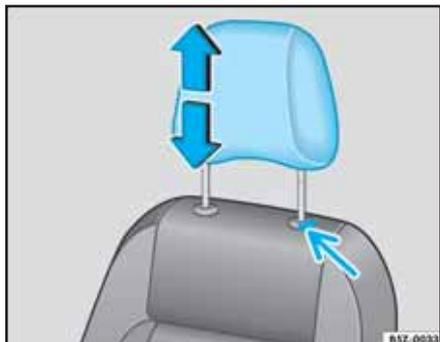
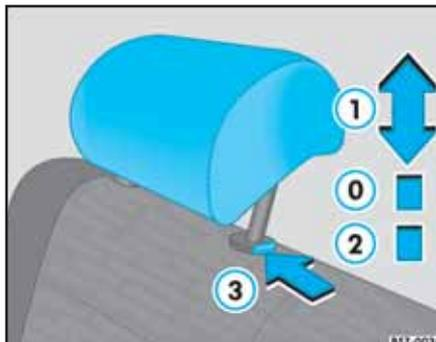

Fig. 86 Ajustar o remover los apoyos para cabeza delanteros
Fig. 87 Ajustar o remover los apoyos para cabeza delanteros
- Desplace el apoyo para cabeza para arriba o para abajo ⇒ fig. 86, hasta alcanzar la altura correcta ⇒ Página 97.
- Desplace el apoyo para cabeza para arriba o para abajo ⇒ fig. 86, hasta alcanzar la altura correcta ⇒ Página 97 ⇒ Δ .
- **Posición mínima de uso** ⇒ fig. 87 .
- Posición de uso ① ⇒ fig. 87 . A partir de la posición ①, los apoyos deben ser ajustados para encima, de acuerdo con la altura del pasajero.
- **Posición de reposo** ② ⇒ fig. 87 . Presione la traba ③ para bajar totalmente el apoyo ⇒ Δ .
- Presione la traba ⇒ fig. 86 en el sentido de la flecha, para los asientos delanteros o presione la traba ⇒ fig. 87 en el sentido de la flecha, para el asiento trasero.
- Empuje el apoyo para cabeza para abajo, presionando la traba ⇒ fig. 86, en el sentido de la flecha, para los asientos delanteros o ⇒ fig. 87 ③, en el sentido de la flecha, para el asiento trasero. En el asiento trasero, el